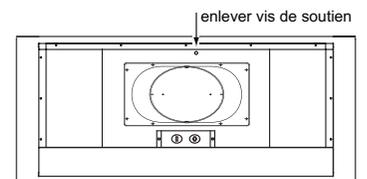

FIG 2b
**Enlevez la vis de soutien du dessus du bloc d'alimentation avant de le fixer à l'armoire. FIG 2b**